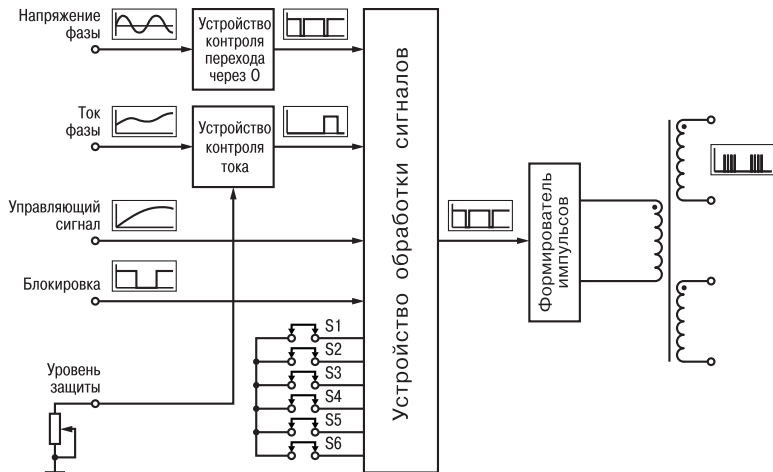

Рисунок 2
3.1.1. Каждый канал управления состоит из устройства контроля перехода напряжения фазы через ноль, устройства контроля тока фазы, устройства обработки сигнала, формирователя импульсов и импульсного трансформатора (рисунок 2).